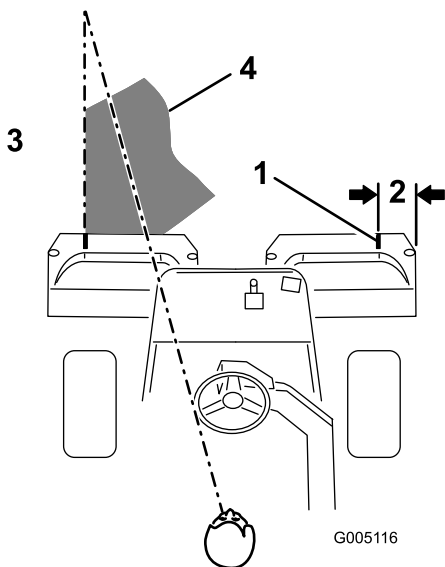

Figure 35
**Remarque:** Pour vous aider à traverser le green en ligne droite et à maintenir la machine à égale distance du bord de la passe précédente, imaginez une ligne de vision imaginaire à environ 1,8 à 3 m en avant de la machine jusqu'au bord de la partie non coupée du green (Figure 35). Faites passer la ligne de vision par le bord extérieur du volant, c.-à-d. de maintenir le bord du volant aligné sur un point se trouvant toujours à la même distance par rapport à l'avant de la machine.